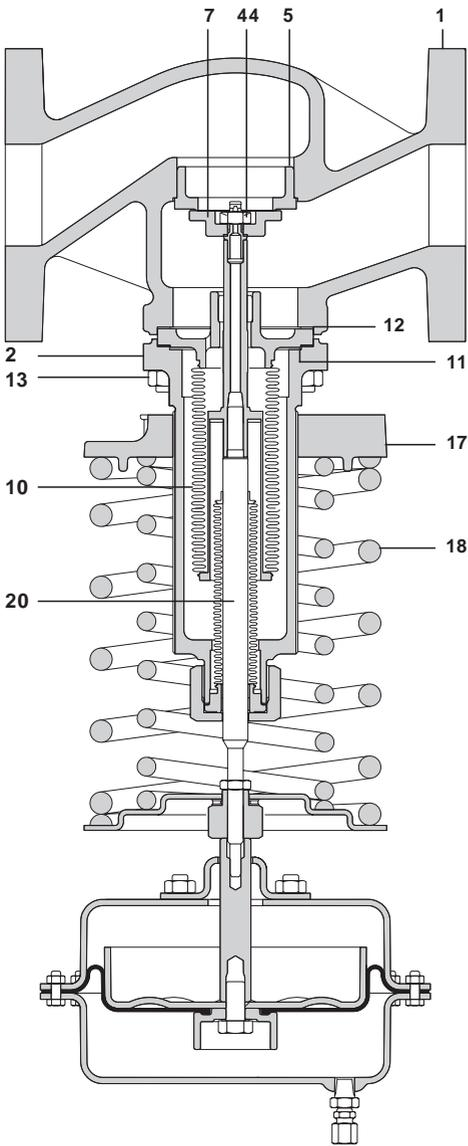

図. 11 65A ~ 100A
4.4.4 バランシング・ペローズの交換 (図 11) - 25A ~ 50Aのバルブ: